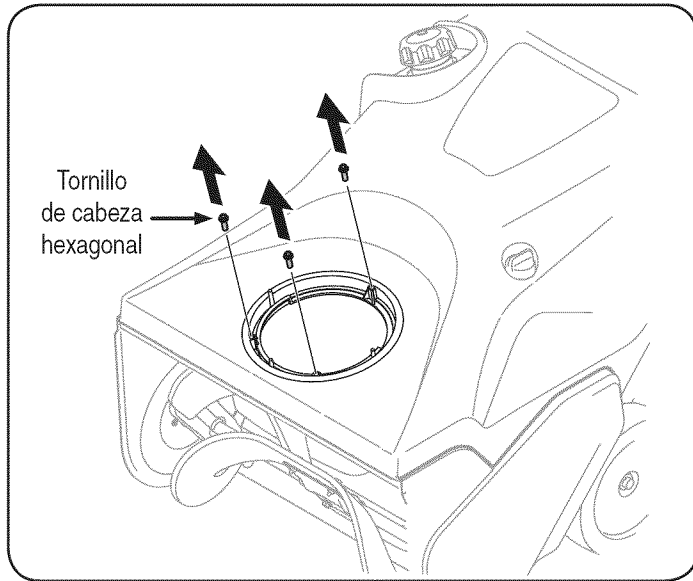

Figura 4
7. Extraiga los tornillos de cabeza hexagonal de la base del canal. Vea la Figura 4.